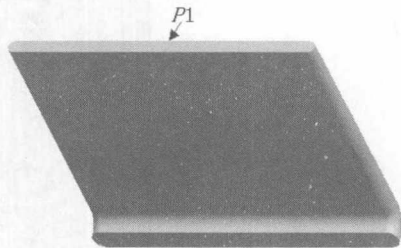

图1-23 选择实体倒圆角边
13. 选择菜单栏中的【插入】/【倒圆角】命令，选择如图 1-23 所示的实体边 P1。